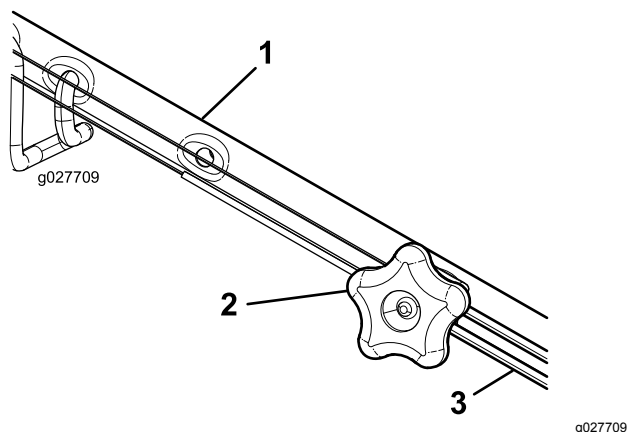

Figure 36
1. Tournez le bouton de réglage dans le sens antihoraire pour desserrer le réglage du câble (Figure 36).
2. Ajustez la tension du câble (Figure 36) en le tirant en arrière ou en le poussant en avant puis en le maintenant à cette position.